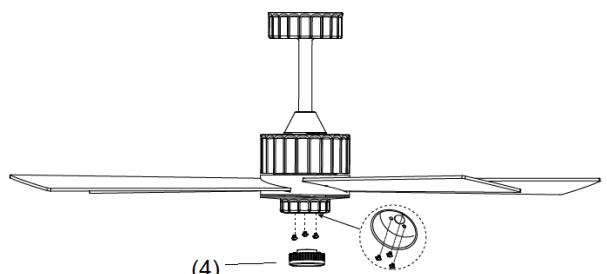

Fig. 5.3
- Fissare il kit luce al gruppo ventilatore serrando le 3 viti. (Fig.5.3)
- Utilizzare la ventosa per facilitare l'installazione della lampadina GX53 (4) sul relativo supporto. Non superare la potenza massima. (Fig.5.3)